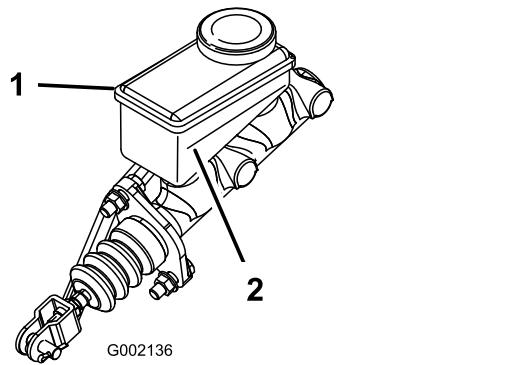

図 110
5. タンクの側面についているマークで、量を点検する 図 110。
- B. 最低ラインより上まで DOT 3 ブレーキ液を補給する 図 110。